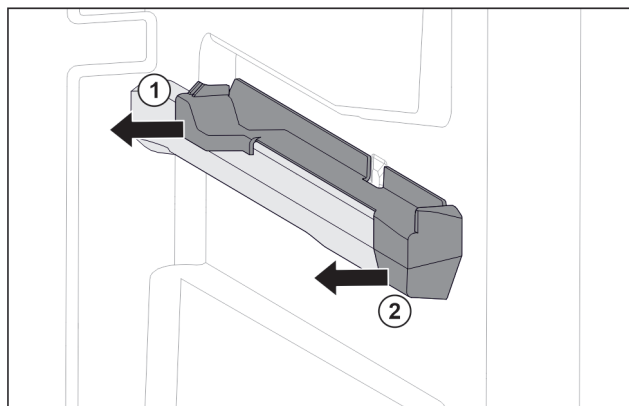

Fig. 28 Наставка върху дясното ребро на съда
- ▶ Изтеглете наставката отзад настрани. Fig. 28 (1)
- ▶ Изтеглете наставката отпред настрани. Fig. 28 (2)